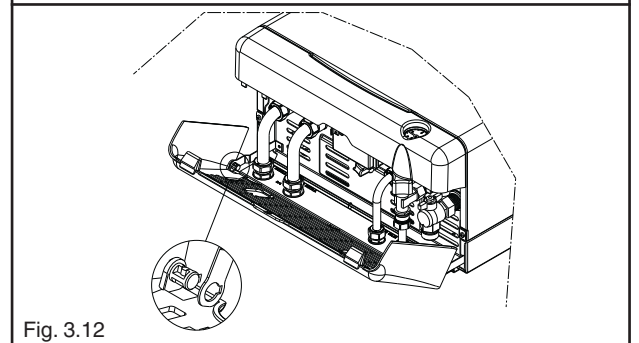

Fig. 3.12
- posizionare la copertura raccordi in modo che il perno del lato sinistro venga inserito nella squadretta sinistra facendo coincidere il risalto del perno con il corrispondente scarico presente sulla squadretta. Ruotare leggermente verso il basso la copertura (fig. 3.12)